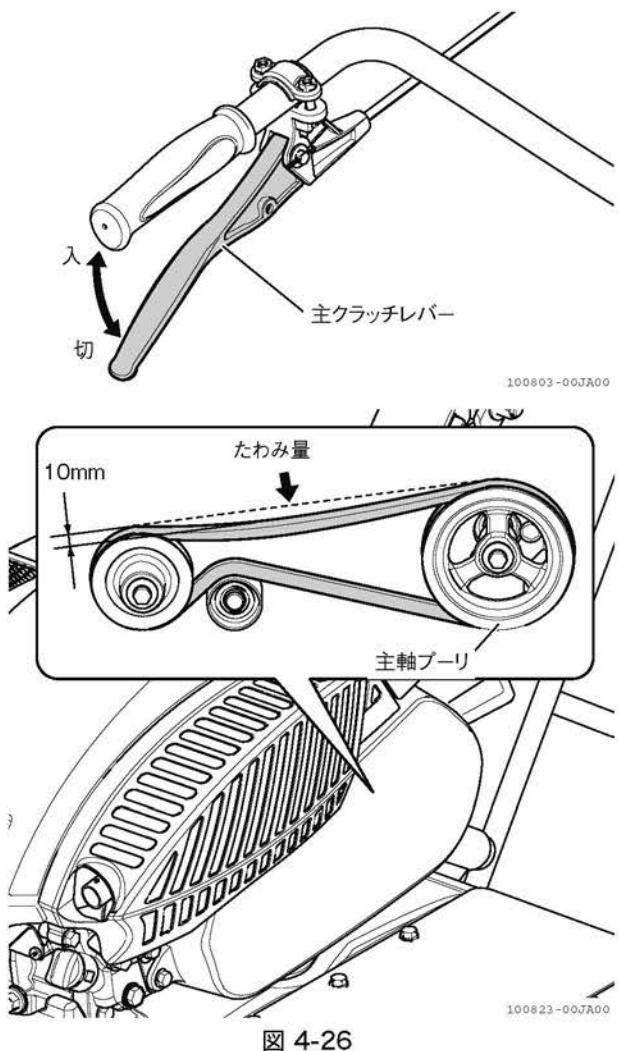

図4-26
4. 主クラッチレバー「入」位置でVベルトの中央部を指で押したときのたわみが約10mmになっているか確認します。(図4-26)